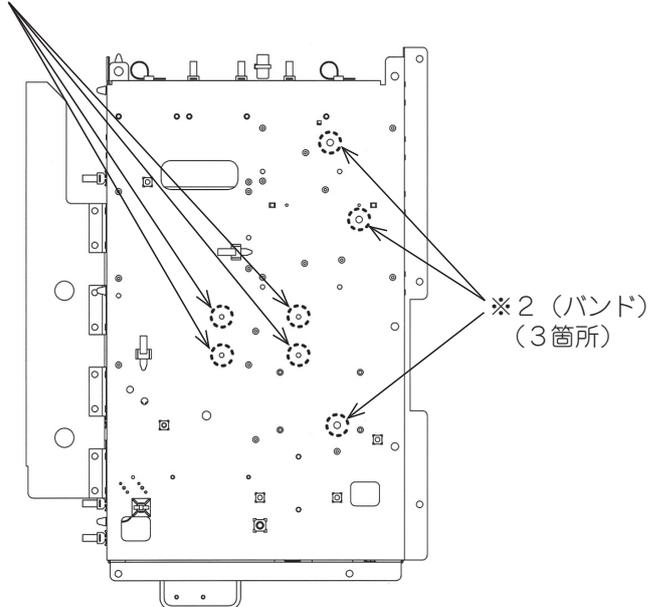

図2. ロッキングサポート、バンド取付け箇所
- (3)-1 給湯機コントロールボックスにリレー基板が取付けられていることを確認してください。(図2参照)
- (3)-2 リレー基板の端子台 (TB1) と① 発報装置ボックスコントローラの端子台 (TB2) 間を現地手配部品 ⑪ 信号線にて接続してください。(前頁図A、図2参照)
〈図2〉
- 図2の示す箇所にリレー基板 ASSY 及び、バンドを取付けてください。
（図2の※1は基板のロックサポート、※2はバンドの取付け箇所を示します。）